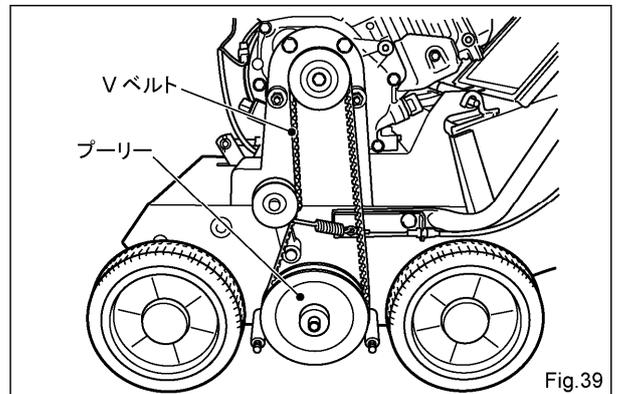

Fig.39
- (4) 次にプーリーを取付けているボルトを緩め取り外しプーリーを外して、Vベルトも外します。(Fig.39)